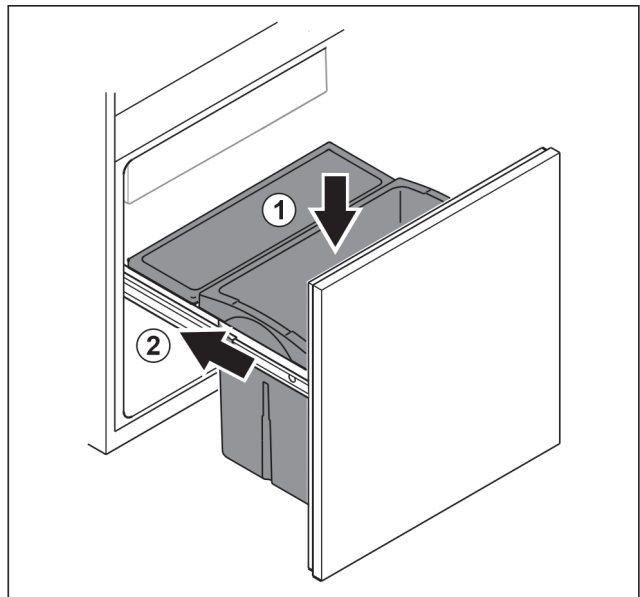

Fig. 102
- ▶ Вставьте выдвижной ящик сверху. Fig. 102 (1)
- ▶ Вставьте выдвижную тележку. Fig. 102 (2)